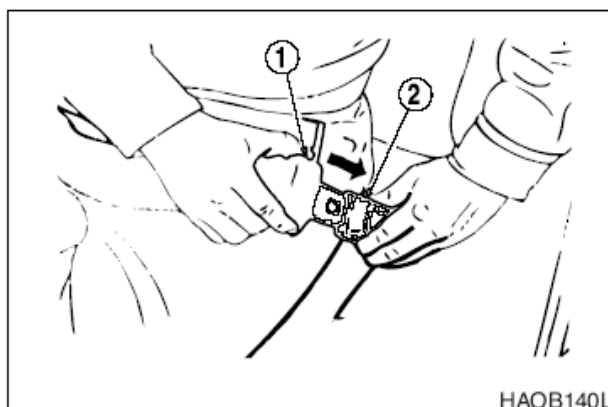

Рис. 85
Вставить конец ремня (1, рис. 85) в пряжку (2). Потянуть ремень, чтобы проверить фиксацию конца ремня в пряжке.